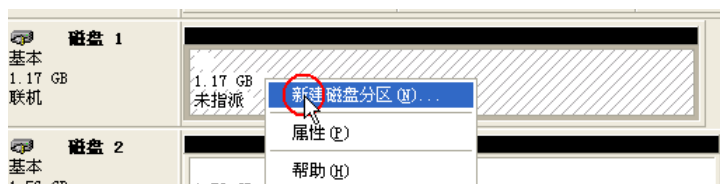

图 5-29 选择新建分区
(1) 先对第一个硬盘进行分区，选择新建分区，如图 5-29 所示。